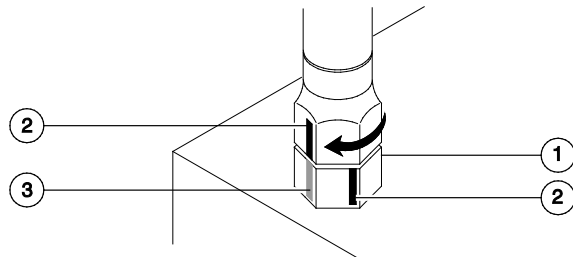

Ilustración 2
- 3 Moviéndose en el sentido de las agujas del reloj sobre el accesorio hexagonal del cuerpo, haga una segunda marca con un rotulador permanente para indicar la posición correcta de apriete. Consulte la ilustración 2.